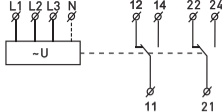

Рис. 4 – Схема подключения реле
2. Проведите электромонтаж реле согласно схеме подключения (рисунок 4).